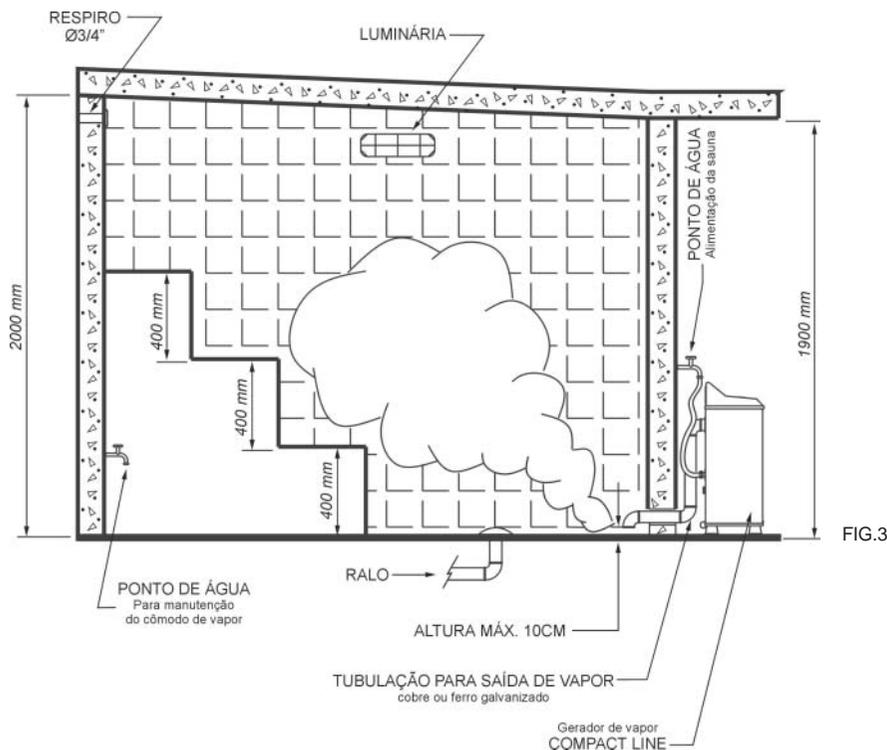

FIG.3
-Deixar respiro no ambiente com \varnothing mínimo de $\frac{3}{4}$ ”, figs 3 e 4.
-Deixar dois pontos de água, um o mais próximo de onde o aparelho for instalado, e outro dentro do cômodo de vapor, figs 3 e 4.
-Tubulação de saída de vapor em cobre ou ferro galvanizado, fig.3.
-Nunca reduzir o diâmetro da saída de vapor ou exceder 3 cotovelos nas conexões da sua montagem, fig.3.
-O vapor deve ser liberado no cômodo numa altura máxima de 10cm do piso, fig. 3.
O cômodo de vapor possui detalhes construtivos e normas de suma importância para segurança e manutenção do mesmo, a seguir serão citados seus principais tópicos com auxílio das figs. 3 e 4.
- Construir assentos e piso com material anti-derrapante, figs 3 e 4.
- Iluminação blindada com interruptor do lado de fora do ambiente, figs. 3 e 4.
- Instalar ralo para escoamento de água no piso, fig. 3.
- Instalar um ponto de água no interior no cômodo, figs. 3 e 4.
Nunca reduza o diâmetro da tubulação de vapor, nunca faça bolsa ou sifão na tubulação, nunca instale a tubulação com aclave, sempre com declive para a região baixa do cômodo de vapor, conforme figs. 3 e 5.